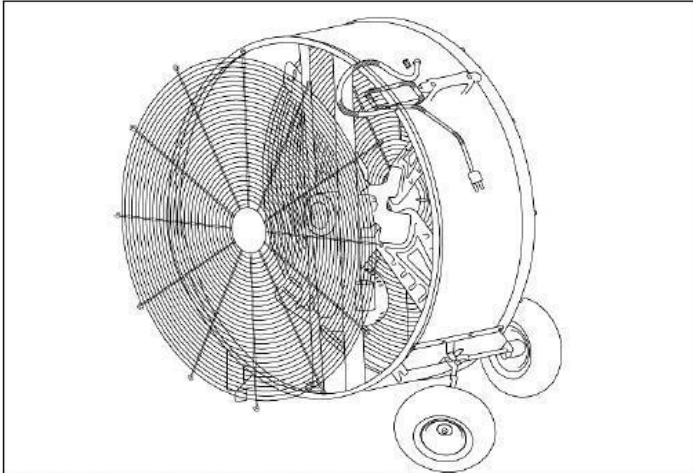

Figure 2: Removing Guard
1. Odkręć na osłonie tylnej i kole przechyłania (Rysunek 2).